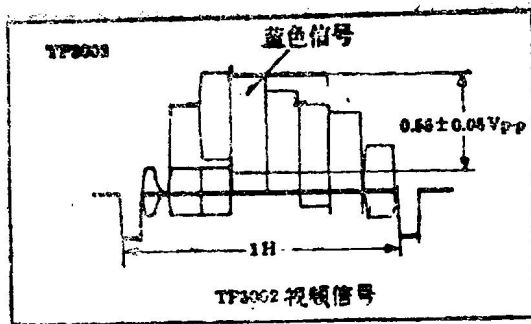

图25
2. 调VR801, 使蓝信号电频在 0.55 ± 0.05 伏之间见图25.